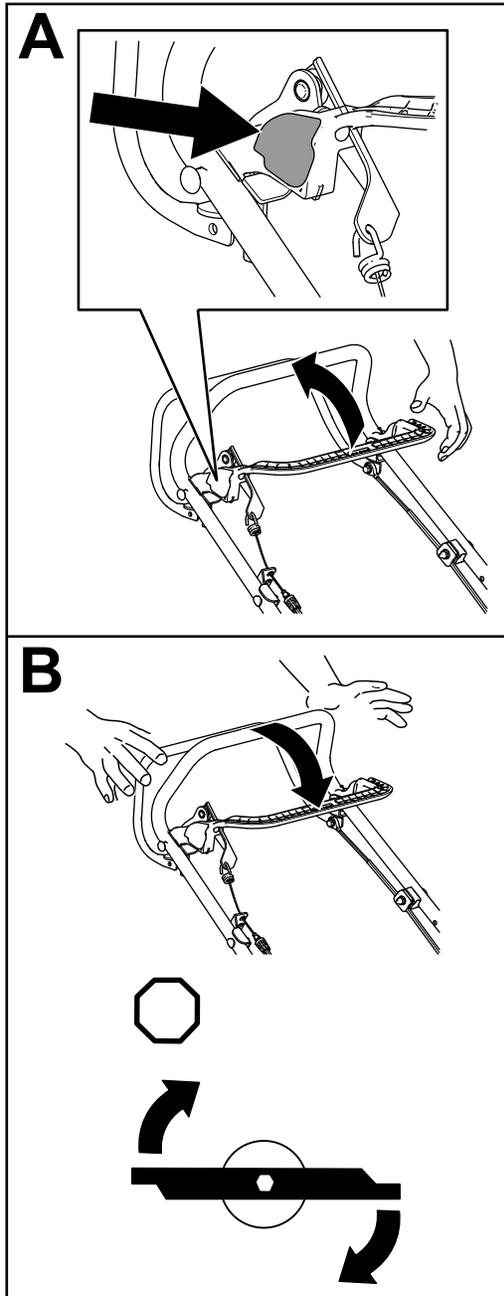

Figure 19
1. Maintenez le bouton de blocage de la commande de la lame enfoncé pour engager la barre de commande de la lame (A de Figure 19).
2. Tout en appuyant sur le bouton, rapproche la barre de commande de la lame du guidon ; la lame devrait s'engager (A de Figure 19).
3. Relâchez la barre de commande pour désengager la lame (B de la Figure 19). Le bouton de blocage de la commande de lame est alors réarmé.